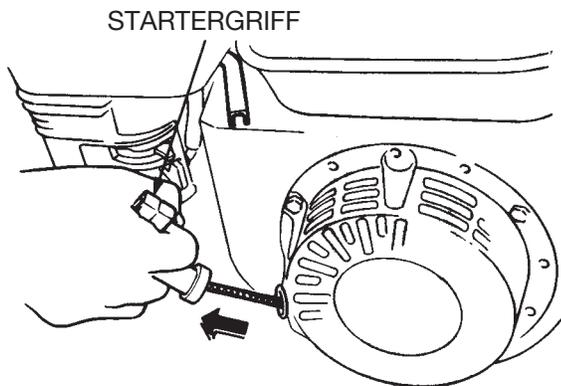

Abb. 29. STARTERGRIFF
10. Den Startergriff (Abb. 29) langsam herausziehen. An einem bestimmten Punkt wird ein stärkerer Widerstand fühlbar. Dies ist der Kompressionspunkt. Den Griff nun kräftig und gleichmäßig weiterziehen um den Motor zu starten.